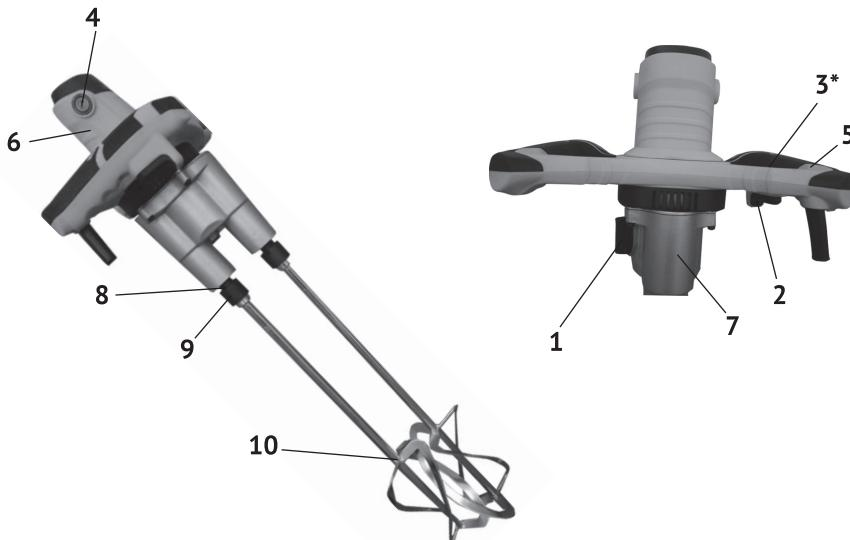

рис.1
1.6 Общий вид миксера представлен на рис.1
1.7 Миксер состоит из коллекторного двигателя в пластиковом корпусе (рис.1 поз.6) и редуктора, расположенного в металлическом корпусе (рис.1 поз.7). Крутящий момент с якоря электродвигателя через систему шестерён, передаётся на два шпинделя, соосных с двигателем. На шпинNELи, накидными гайками (резьба M27 внутренняя) крепятся насадки. Гайки (рис.1 поз.9) и насадки (рис.1 поз.10) имеют хорошо различимые маркировки: «R» - правая и «L» - левая.
1.8 Клавиша выключателя (рис.1 поз.2) расположена в нижней части правой рукоятки. Слева на рукоятке находится кнопка (рис.1 поз.3) фиксации клавиши выключателя в рабочем положении. Скорость вращения шпинделей в каждом из режимов регулируется усилием, приложенным к клавише выключателя. На максимальных оборотах каждого из режимов кнопка (рис.1 поз.3) фиксирует клавишу в рабочем положении.
2.2.1 Закрепить насадки (рис.1 поз.10) гайками (рис.1 поз.9) к шпинделям (строго по маркировкам – «R» к «R» а «L» к «L»), и затянуть их ключами, входящими в комплект поставки.
- включение миксера осуществляется нажатием на клавишу выключателя (рис.1 поз.2);
- удерживая клавишу, нажатием кнопки (рис.1 поз.3), фиксируем клавишу в рабочем положении;
2.2.3 Переключатель диапазона скоростей (рис.1 поз.1) расположен на редукторе слева. Он имеет два фиксированных положения обозначенных символами «I» и «II» на концах ручки переключателя. Совмещая конец ручки переключателя с символом «Δ» на корпусе редуктора, выбираем нужный диапазон скорости.
- открутить крышку щёткодержателя (рис.1 поз.4);